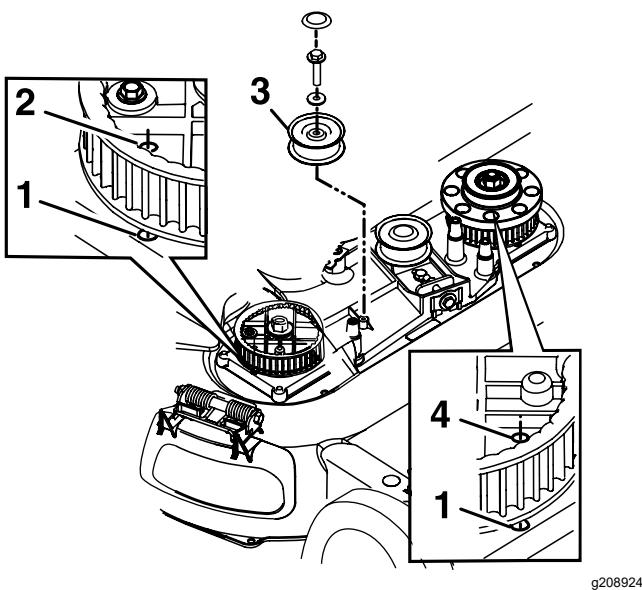

Figure 41
- 8. Déposez la poulie de tension fixe et les fixations (Figure 41).
- 10. Alignez les trous des pignons gauche et droit sur les trous du carter, comme montré à la Figure 41.